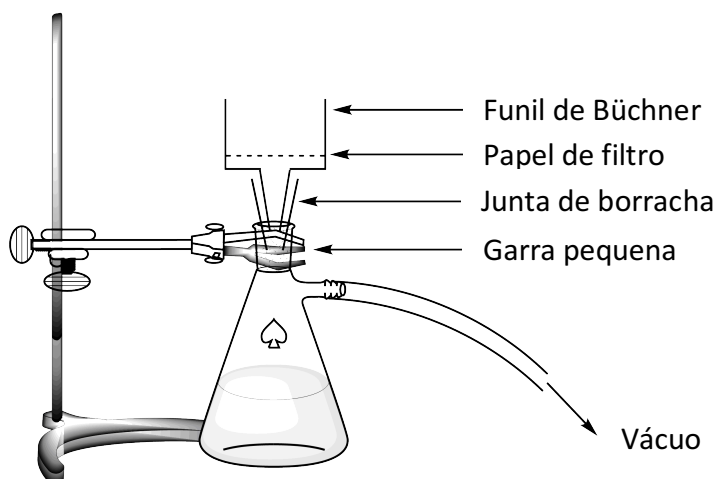

Figura 2. Montagem para filtração sob vácuo
7. **Prepare** a montagem para filtração sob vácuo (ver Figura 2). **Levante** o seu cartão de “HELP”. Um assistente de laboratório mostra-lhe como ligar o kitasato ao sistema de vácuo.